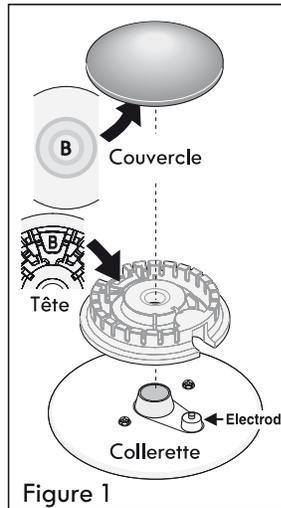
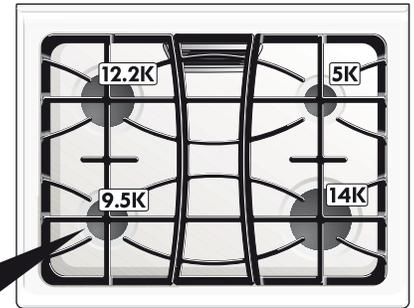
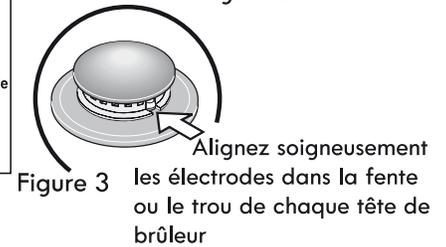

Figure 1
Figure 2
Figure 3
3. Pour remettre les têtes et les couvercles de brûleur, faites correspondre la lettre située sous le centre des couvercles de brûleur avec celle située à l'intérieur des têtes de brûleur (figure 1).
4. Agencez les collerettes de brûleur avec les têtes et les couvercles de brûleur (voir Figure 1). Remettez les têtes et les couvercles de brûleur sur la table de cuisson (Figure 2). Alignez soigneusement les électrodes dans la fente ou le trou de chaque tête de brûleur (Figure 3).